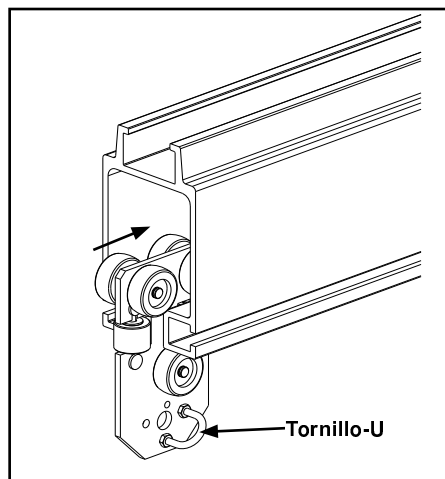
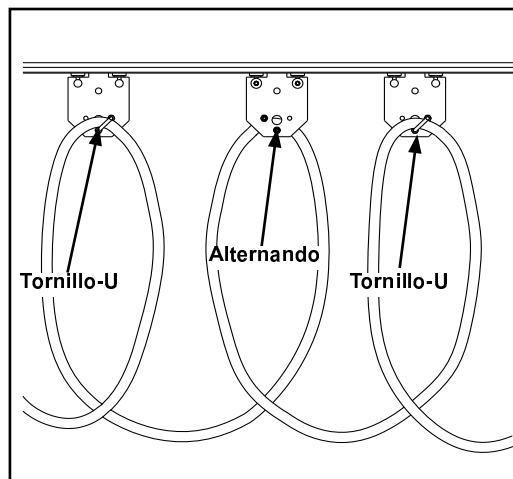

Figura 3-102
Figura 3-103
- Paso 2. Introduzca los carros de la manguera en el extremo abierto del riel, alternando dirección de Tornillo U. La cara del soporte se ira alternando. Vea Figura 3-102 y Figura 3-103.